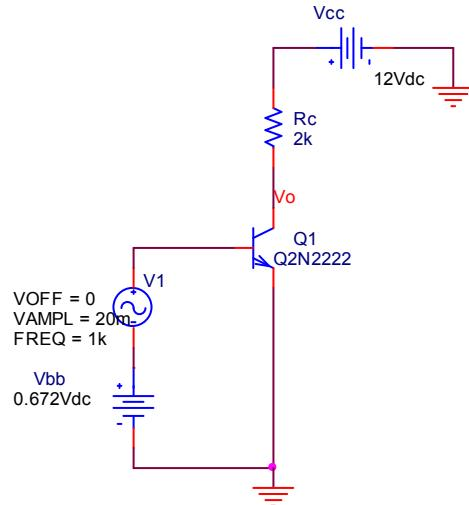

图 5.2 单管放大电路
***2. 单管放大电路如图 5.2 所示。((l12_6_1))